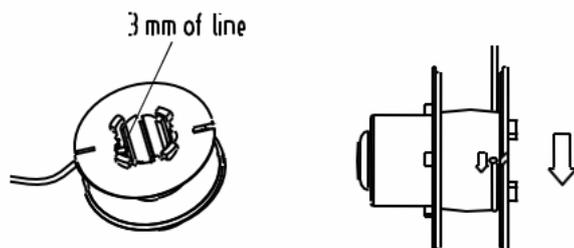

FIG 15
1. Insérez une extrémité de la ligne dans le trou de la bobine, comme indiqué sur la figure 15, à environ 3mm .
2. Enroulez fermement et uniformément la ligne sur la bobine dans le sens de la flèche sur la bobine (FIG 15), jusqu'à ce que la ligne monte jusqu'aux encoches du bord de la bobine. Ne pas trop remplir la bobine. La bobine tient environ 6,5 m de ligne.